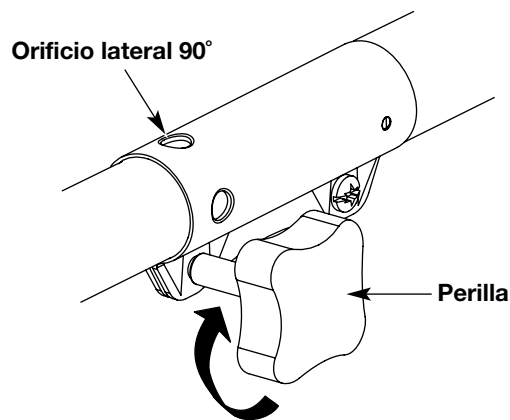

Fig. 17
3. Gire la perilla en sentido horario para ajustarla (Fig. 17).
Para recortar bordes mientras usa el accesorio de corte de cabeza de línea con modelos Rapid-Link™, trabe el botón de desconexión en el **orificio lateral de 90°** (Fig. 17).